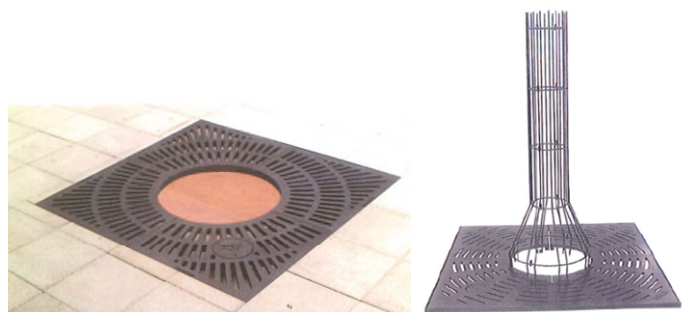

Figure 11 : Exemple de mobilier urbain. (Source : DOE)
- **Aménagement** : Le mobilier urbain sera ensuite implanté à la fin des travaux : abri de station, corbeilles, potelets, bancs, grilles d'arbres ... (Voir figure 11)